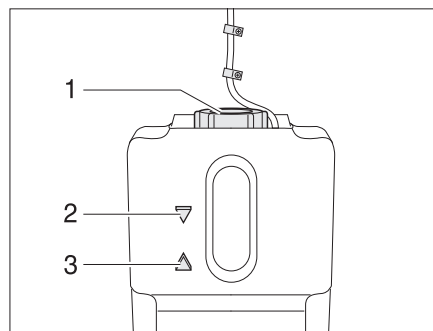

Bild 162 Ausgleichsbehälter Warmwasser-Heizung
- Prüfen, ob am Ausgleichsbehälter (Bild 162) die Flüssigkeit zwischen der Markierung "MIN" (Bild 162,3) und "MAX" (Bild 162,2) steht.
- Am Ausgleichsbehälter den Drehverschluss (Bild 162,1) aufdrehen.